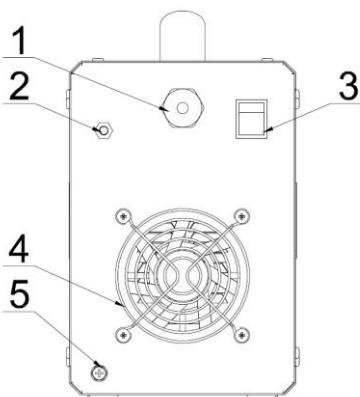

Рис.2. Задняя панель
Для подключения аппарата к сети, необходимо использовать сетевой кабель (Рис.2, п.1). Его необходимо подключить с требуемыми параметрами и проверить соединение, так как окисления могут привести к серьезным последствиям и даже поломке. Другой конец сетевого кабеля подключите к соответствующему разъему на задней панели аппарата. Заметьте, что аппарат **TIG-217 DP AC/DC** необходимо подсоединить к **однофазной** питающей сети с напряжением **220В**. Затем проверьте с помощью мультиметра, чтобы технические данные аппарата соответствовали напряжению и частоте питающей сети.
**Снабжение газом:** подсоедините газовый шланг к медному штуцеру (Рис.2, п.2). Система газоснабжения, состоящая из газового баллона, редуктора и газового шланга, должна иметь плотные соединения, чтобы обеспечить надежную подачу газа, что является чрезвычайно важным для осуществления TIG сварки.
После выполнения действий, указанных выше, переведите тумблер выключателя электросети в положение «Вкл.» (Рис.2, п.3), аппарат начнет свою работу с включения дисплея и работы вентилятора.